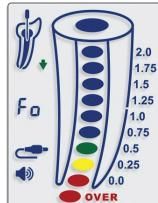

Fig. 11
**⚠ L'indication OVER rouge, accompagnée de bips fréquents indique que l'embout de la lime a progressé au delà du foramen et qu'elle a atteint la région périapicale - il s'agit d'une "prise de mesure allant au-delà du foramen" (Fig. 11).**